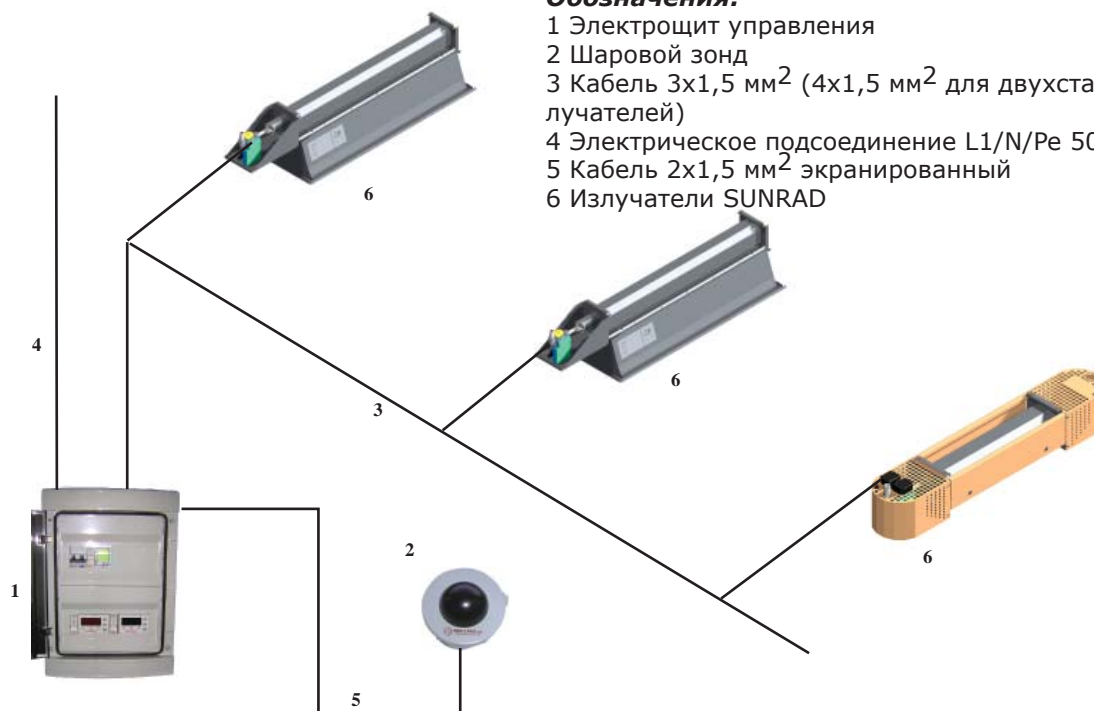

Рис. 13 Схема электрического подключения и управления несколькими излучателями SUNRAD
- 2) Другие конструктивные элементы помещения, как, напр., наружные стены, опоры, полы и конструкции кровли, а также интерьер выполнены из негорючих материалов. Это условие не касается окон, дверей и плинтусов. Если эти конструктивные элементы попадают в зону лучистого отопления, прибор должен быть установлен в соответствии с рис. 13;